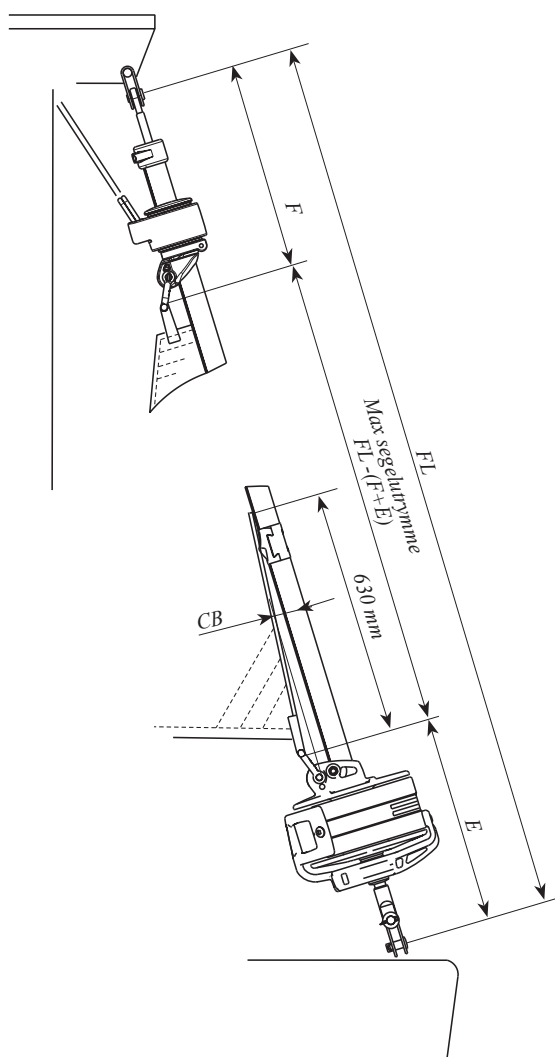

Fig. 7.1.b
- För att passa till Furlex-systemet kan seglet behöva modifieras. Max. förlikslängd beräknas enligt tabellen 7.1.1 och Fig. 7.1.b. FL-(F+E), (befintlig förstagslängd enligt tabell 3.5.1 – fallhornsavdrag-halshornsavdrag).